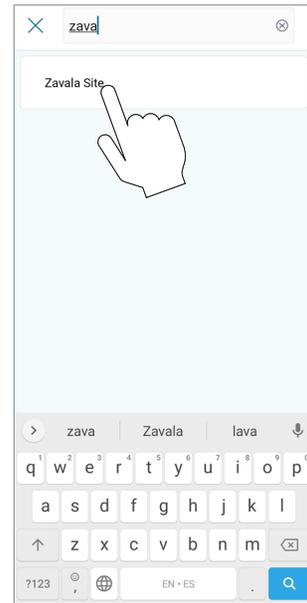

Figure 118. Choix de l'organisation
4. L'écran « Choose organization » (Choisir une organisation) s'affiche et présente toutes les organisations disponibles. Parcourez la liste des sous-organisations ou utilisez l'outil de recherche pour trouver l'organisation souhaitée. Voir Figure 118.